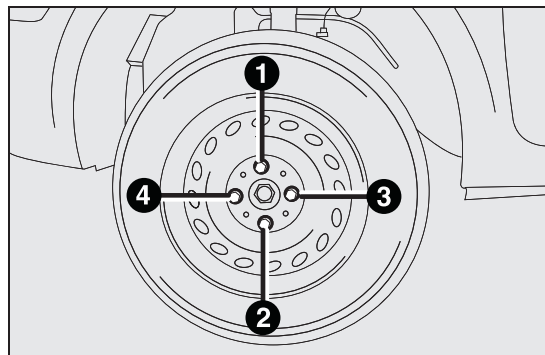

fig. 101
- ☐ draai de wielbouten kruiselings vast, in de volgorde die in fig. 101 is aangegeven.
- ☐ draai met de bijgeleverde sleutel de wielbouten kruiselings vast, in de afgebeelde volgorde fig. 101;